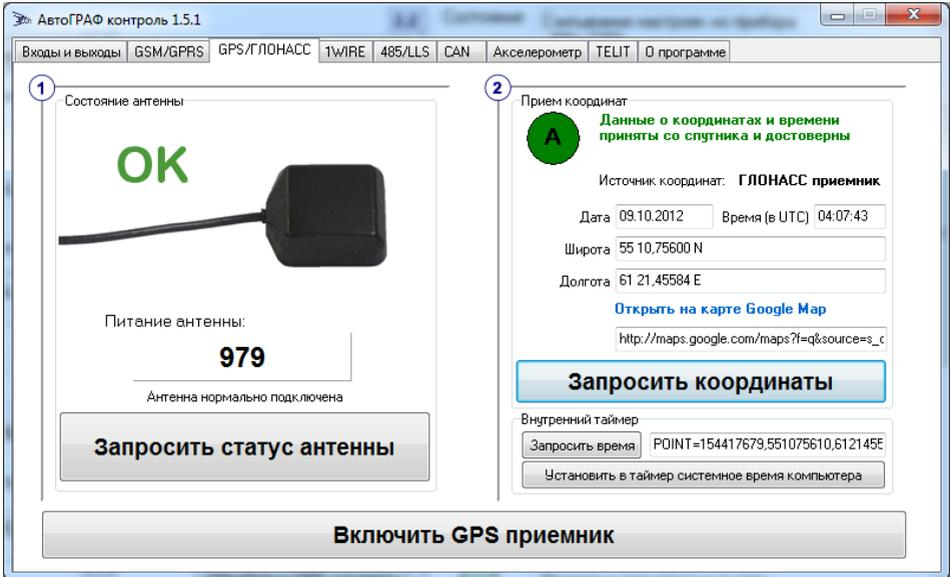

Рис.10 – Проверка приемника координат.
- Проверьте состояние антенны приемника (рис.10,п.1). Нажмите кнопку **Запросит статус антенны**.
- Если антенна приемника исправна, перейдите к проверке приемника координат (рис.10,п.2).